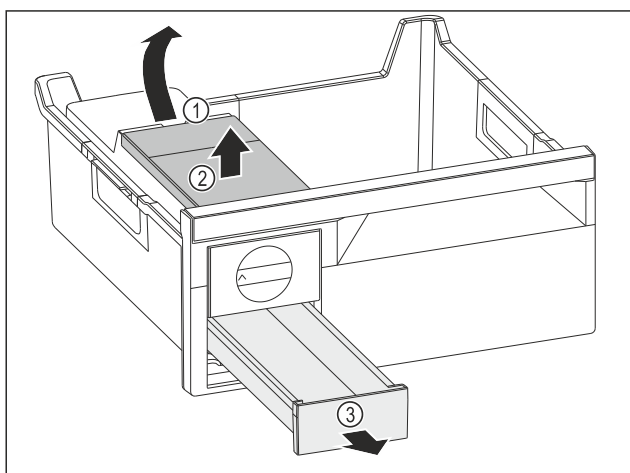

Fig. 130
- ▶ Ta ut vattenbehållaren: Lyft vattenbehållaren vid ursparingen Fig. 130 (1).
- ▶ Ta ut vattenbehållaren Fig. 130 (2) uppåt.
- ▶ Ta ut iskublådan Fig. 130 (3) framåt.